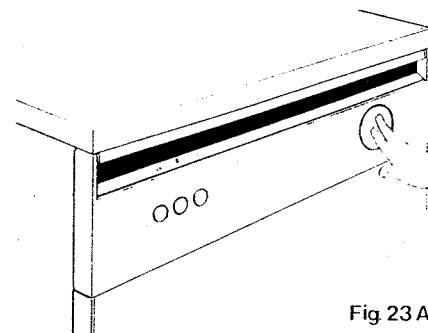

Fig. 23A
- a) Si le bouton sélecteur 6 (fig. 23) est poussé dans son propre logement il suffit de le pousser à nouveau pour établir le programme de lavage (fig. 23A-23B). Tourner le bouton dans le sens des aiguilles d'une montre jusqu'à ce que le programme désiré corresponde avec l'index.
- a) When control knob 6 (fig. 23) is in its housing, push it in order to draw it from its housing and set the wash programme (fig. 23A-23B). Turn it clockwise till the index points the number of the desired program. When pressed, the knob can be pushed back in its housing.
- a) Wenn der Drehknopf 6 (Abb. 23) in seinem Sitz untergebracht ist, drücken Sie ihn um ihn von seinem Sitz herauszuziehen und um das Programm zu wählen (Abb. 23A und 23B). Drehen Sie (im Uhrzeigersinn) bis die gewählte Programmnummer mit dem Drehknopfzeiger übereinsteht; der Drehknopf kann seinen Sitz betreten, wenn er gedrückt wird.
- a) Se la manopola selezionatrice 6 (fig. 23) è alloggiata nella propria sede basta premere per farla uscire e poter impostare il programma di lavaggio (fig. 23A-23B). Ruotare (in senso orario) fino a che il numero del programma scelto coincide con l'indice, la manopola ha la possibilità di entrare nella propria sede se viene premuta.